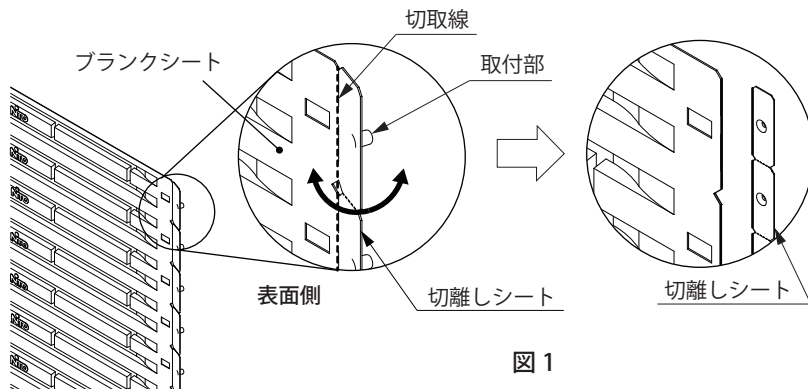

図1
1. ブランクシート右側の切離しシートを、切取線に沿って表面側に折り曲げ、さらに裏面側に折り返し、切り離してください。(図1)